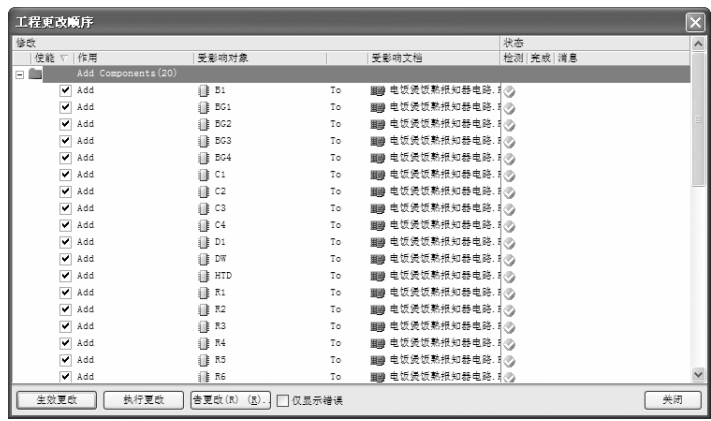

图 8-31 检查封装转换
4) 单击对话框中的 **生效更改** 按钮，进行封装转换检查，如图 8-31 所示。